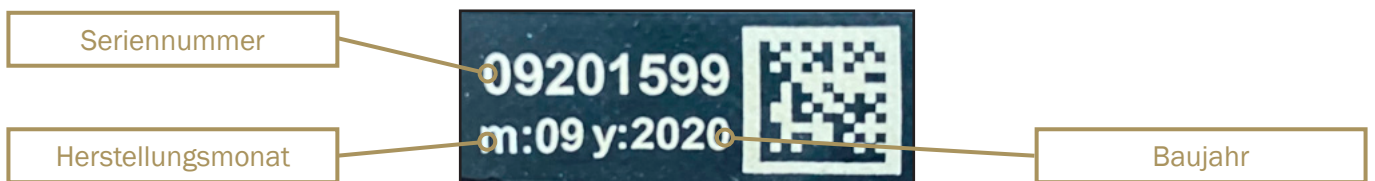

Figure 6.4.: Seriennummer eines SAVA-Hebekissens
Das Beispiel in Abbildung 6.4 zeigt ein SAVA-Hebekissen, hergestellt im September (09) 2020 (20).